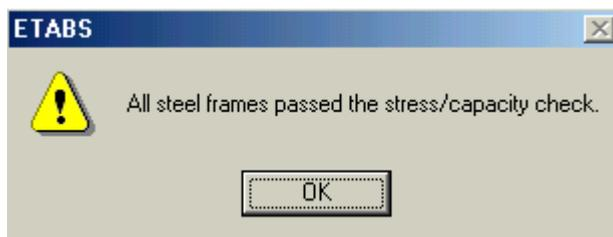

Figura 63 Mensaje de alerta para verificar todos los elementos anteriores para un diseño completo
P. Hacer click en el comando **Design > Steel Frame Design > Verify All Members Passed**. Un cuadro similar al mostrado en la figura 63 debiera aparecer indicando que todos los miembros pasan.